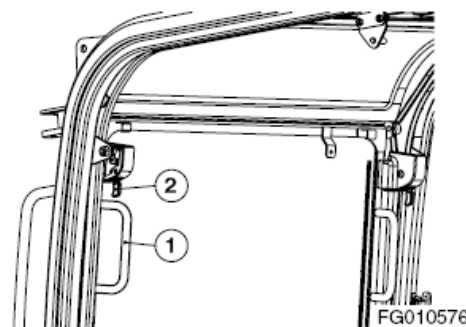

Figura 86
Al alojar la ventana frontal en el techo de la cabina, asegúrese de que las dos palancas de liberación (1, Figura 86) estén enclavadas.
5. Sujete los asideros de la ventana (1, Figura 86) y tire de las palancas de enclavamiento (2) para desenclavarla. La parte superior de la ventana se soltará.
5. Cuando la parte inferior de la ventana alcance la parte superior de la ventana frontal inferior, empuje la ventana frontal para enclavarla (2, Figura 86).